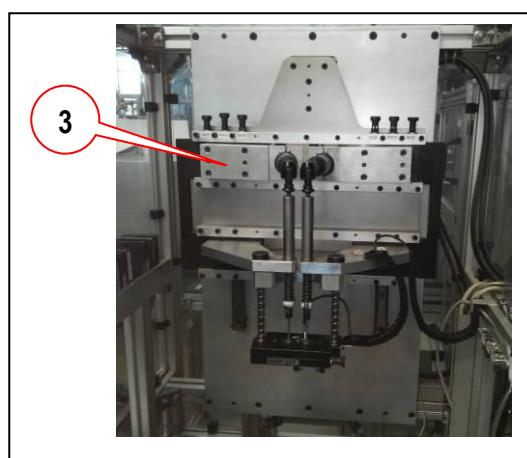

Bild 2
- Schraubeinheit (3) auf Position und Ausrichtung zum ausgehobenen Werkstückträger prüfen, ggf. mit einer Maschinenwasserwaage ausrichten (**Bild 2**).